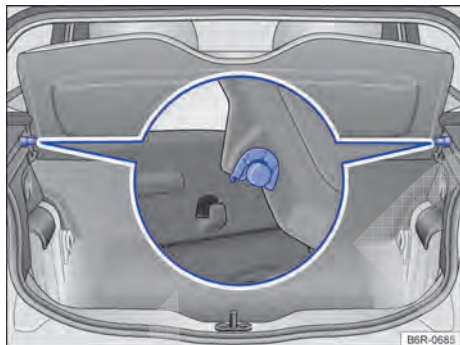

Fig. 64 No compartimento de bagagem: remover e instalar a cobertura do compartimento de bagagem.
- Retirar a cobertura do compartimento de bagagem dos suportes laterais por cima → Fig. 64.
- Pressionar a cobertura do compartimento de bagagem nos suportes laterais para baixo → Fig. 64.